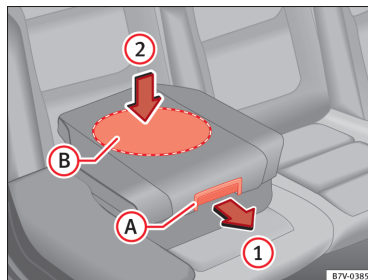

Fig. 33 Integreret børnesæde: Sådan klappes sædepolstringen tilbage.
- Træk sædepolstringen fremad i pilens retning ⇒ Fig. 33 ① med udløserarmen A.
- Tryk sædehynden ned i pilens retning ② i midten B, indtil den går sikkert i hak ⇒ ③. Sidestøtterne klappes automatisk ind.